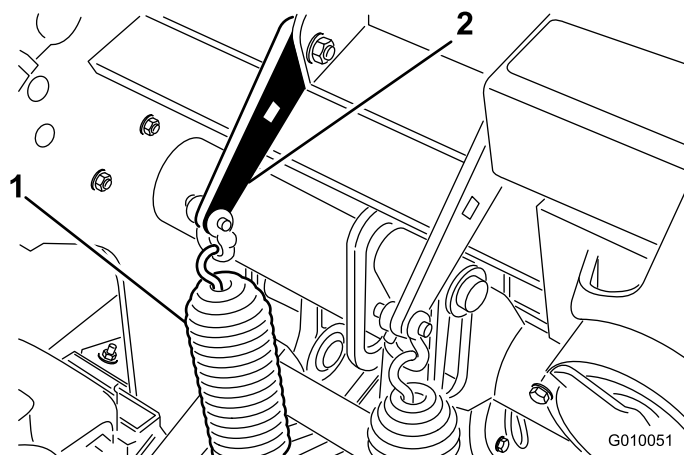

図 36
1. スプリングブラケットをコアリングヘッドに固定しているキャリッジボルトのナットをゆるめる (図 36)。ナットは外さないこと。